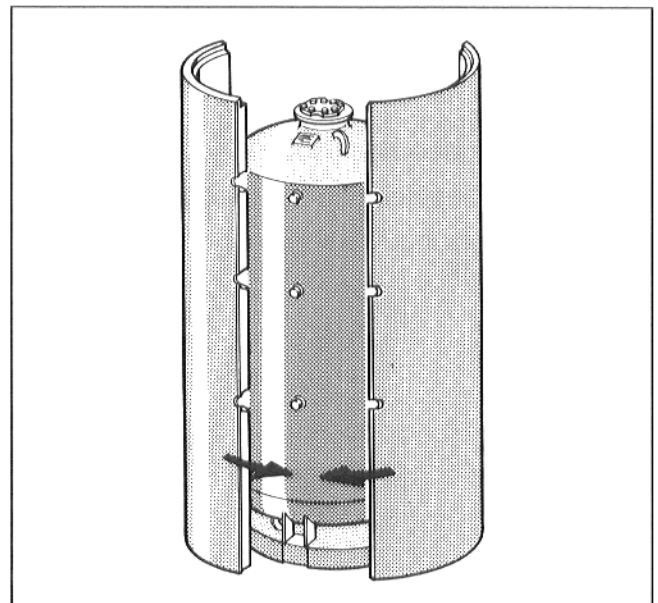

Abb. 6
- 4 Wärmeschutzsegmente entsprechend den Ausbrüchen bzw. Anschlüssen um den Speicherbehälter anordnen (Abb. 6 u. 7).